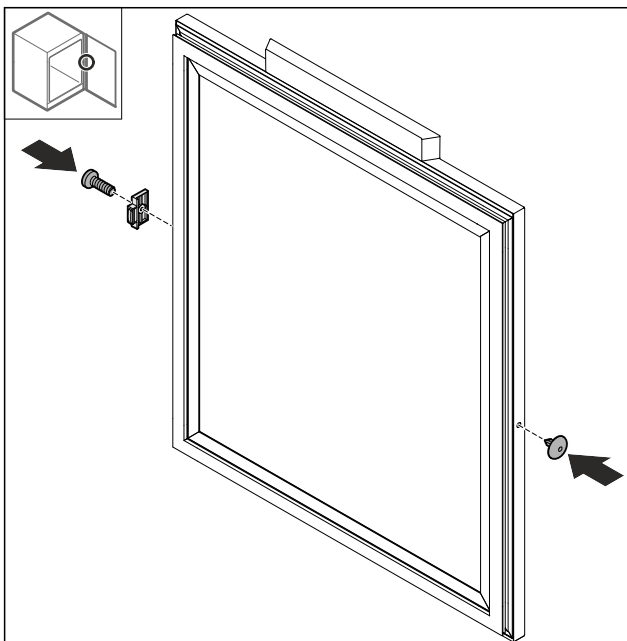

Fig. 18
- Tourner la butée de porte Fig. 18 (1) à 180° et l'installer de l'autre côté.
- Installer le cache Fig. 18 (2) du côté opposé.